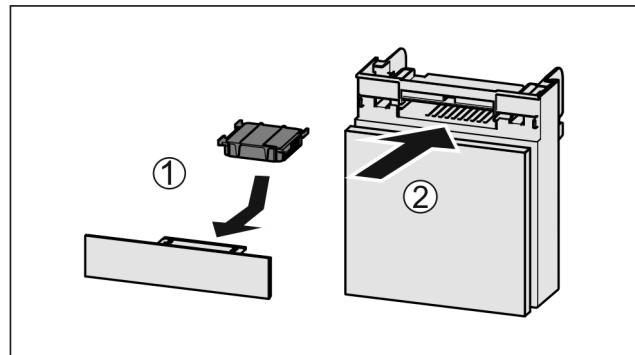

Fig. 99
- Поставете Fig. 99 (1) филтъра с активен въглен, както е показано на фигурата.
- Вкарайте Fig. 99 (2) отделението.